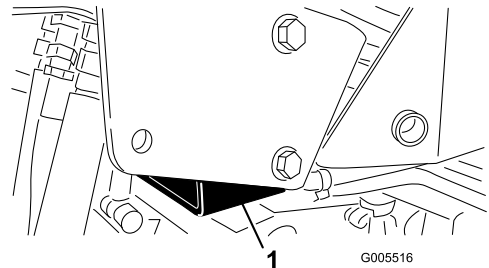

Figure 29
- Côté droit – sous l'appui de cric et adjacent au support du système antiretourneement (ROPS) (Figure 29)